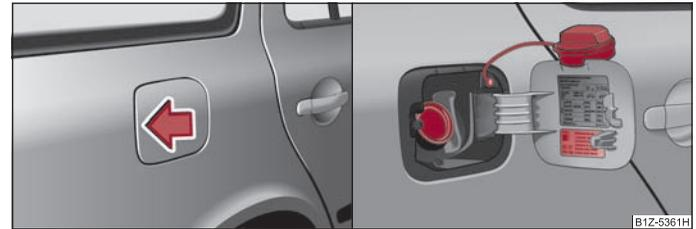

Fig. 11 Côté arrière droit du véhicule: Trappe du réservoir ouverte / Trappe avec bouchon dévissé
- Pour pouvoir ouvrir la trappe du réservoir, poussez-la sur le côté gauche dans la zone centrale ⇒ fig. 11 - à gauche.
- Dévissez le bouchon en le faisant tourner vers la gauche et posez-le en haut sur la trappe du réservoir ⇒ fig. 11 - à droite.